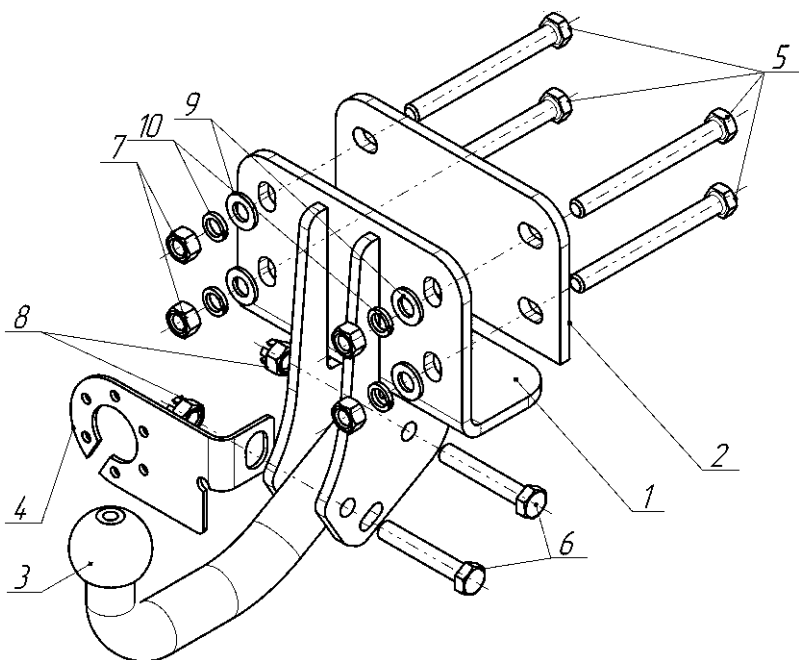

Рис.1 Установка на автомобиль
- Закрепить ТСУ поз.1 (Рис.1) к задней траверсе рамы автомобиля через штатные отверстия, используя накладку поз.2 и крепежные элементы поз.5,7,9,10;